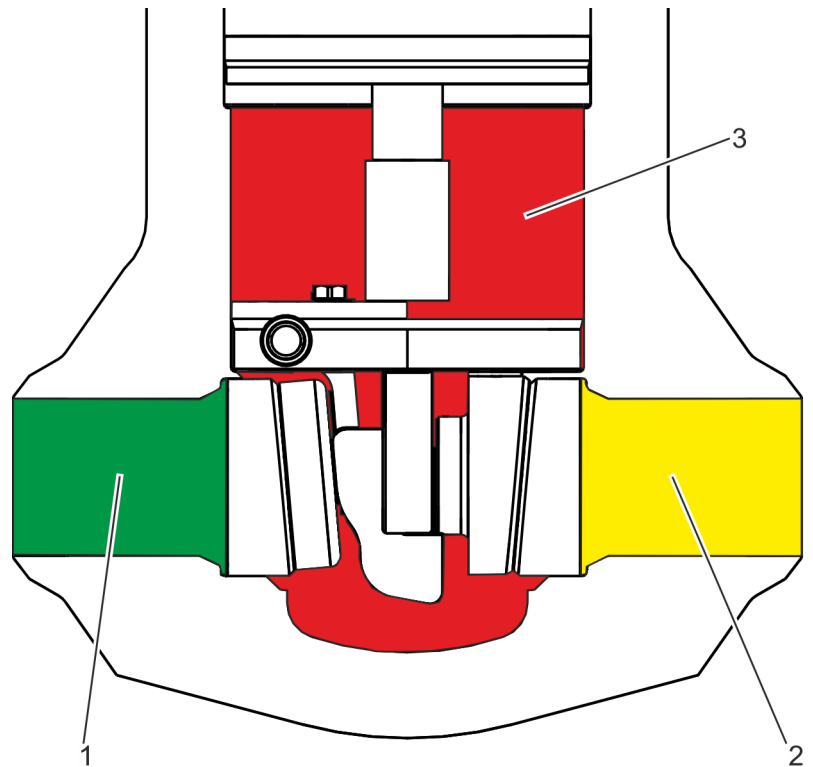

Abb. 4: Einteilung in "Räume"
- Erster Raum: druckzugewandte Seite (Abb. 4/1)
- Zweiter Raum: druckabgewandte Seite (Abb. 4/2)
- Dritter Raum: abgesperrter Innenraum (Abb. 4/3)
Je nach Anwendungsfall kann die Armatur durch den Betreiber mit einer außenliegenden Überdrucksicherung ausgestattet werden. Zu diesem Zweck muss die Armatur mit einem optionalen, werkseitig verschlossenen Stutzen (Abb. 5/2) bestellt werden. Der Stutzen stellt eine Verbindung von außen zum Dritten Raum (Abb. 4/3) her. Am Stutzen (Abb. 5/2) können außenliegende Überdrucksicherungen angeschlossen werden.
Mit einer optionalen Umführung mit Entlastungsleitung können durch außenliegende, zusätzliche Ventile (Abb. 6/1) Verbindungen zwischen den voneinander getrennten Räumen (Abb. 4) innerhalb der Armatur hergestellt werden.